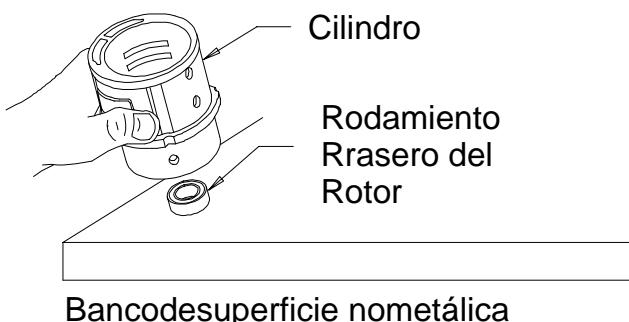

Figura 5
- Para extraer el rodamiento trasero del rotor, sujeté el cilindro con el rodamiento trasero hacia abajo y golpee ligeramente el cilindro sobre una superficie plana y no metálica tal como un banco de trabajo. Esto aflojará el rodamiento de modo que caiga del cilindro. Véase la figura 5.
- Empuje la junta del motor (8) desde la parte posterior de la carcasa para sacarla.